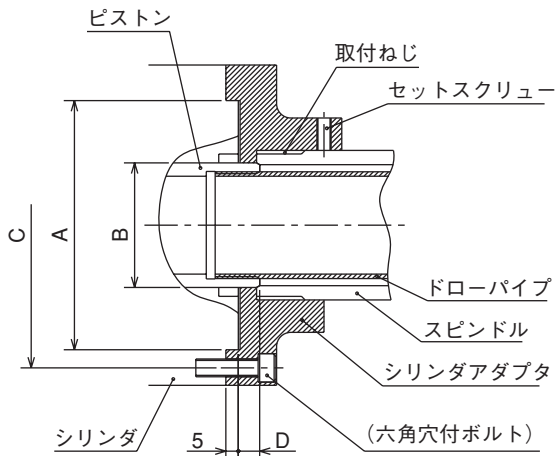

図9 シリンダアダプタ取付部
- シリンダは旋盤スピンドル支持部にできるだけ接近させてください。シリンダアダプタの取付方法及び振れの測定方法を一例として図示します。（図9、表9）